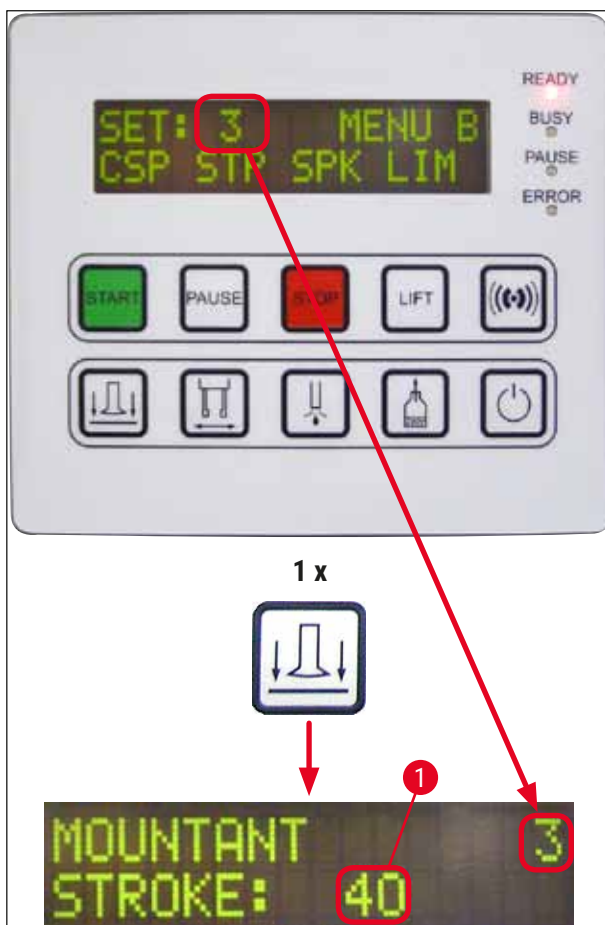

Fig. 40
1. Pentru a modifica lungimea cursei mediului de aplicare a lamelei de acoperire (**STK**), apăsați butonul **RELEASE COVERSLIP** (ELIBERARE LAMĂ) (→ Fig. 40).